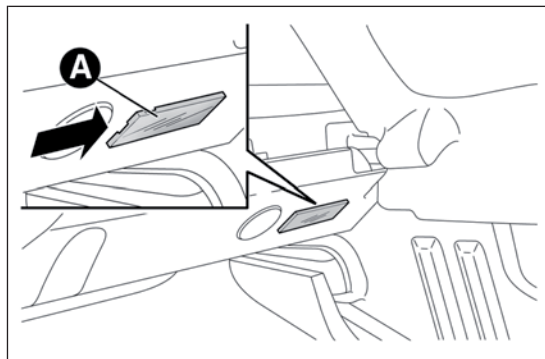

РИС. 146
- откройте багажник и снимите плафон А РИС. 146, действуя в показанной стрелками точке;
- установите ламповый плафон А РИС. 146, сначала вставив его с одной стороны и затем нажав с другой, чтобы был слышен щелчок блокировки.